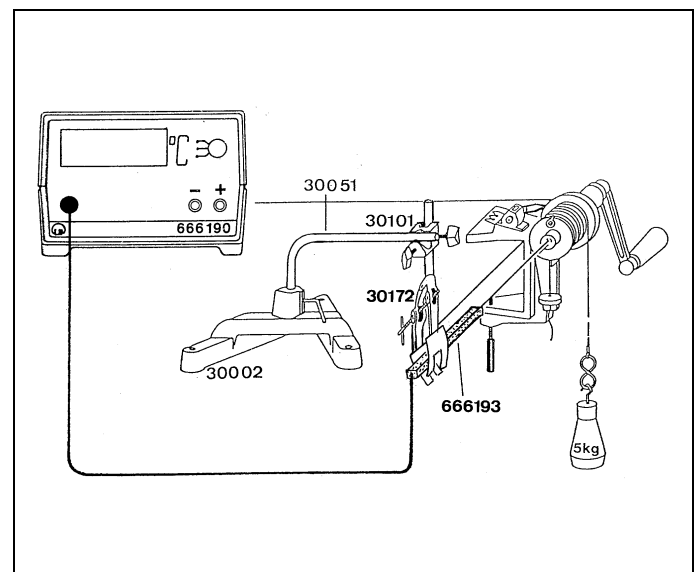

Fig. 5.2
3.2.2 Temperaturmessung mit Temperaturfühler (s. Fig. 5.2; Fig. 7)
Entweder (s. Fig. 5.2)
Temperaturfühler so weit wie möglich in Bohrung ⑦ schieben und mit Stativmaterial fixieren (s. Fig. 5.2)
3.2.2 Temperature measurement using the temperature sensor (see Fig. 5.2; fig. 7)
Either (see Fig. 5.2)
Slide the temperature sensor as far as possible into hole ⑦ and fix it there using stand material (see Fig. 5.2).